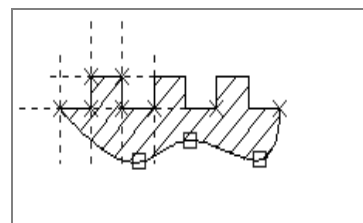

Рисунок 31 – Порядок построения штриховки и линии обрыва
2.1.4 Постройте линию обрыва и выполните штриховку. Порядок выполнения: построить сплайновую кривую (практическое задание № 1, пункт 2.4.6). Вызвать команду «», установить «» автоматический режим поиска контура. Указать курсором внутрь области, которую нужно заштриховать, она подсветится. Подтвердить выбор контура опцией «» (рисунок 31).